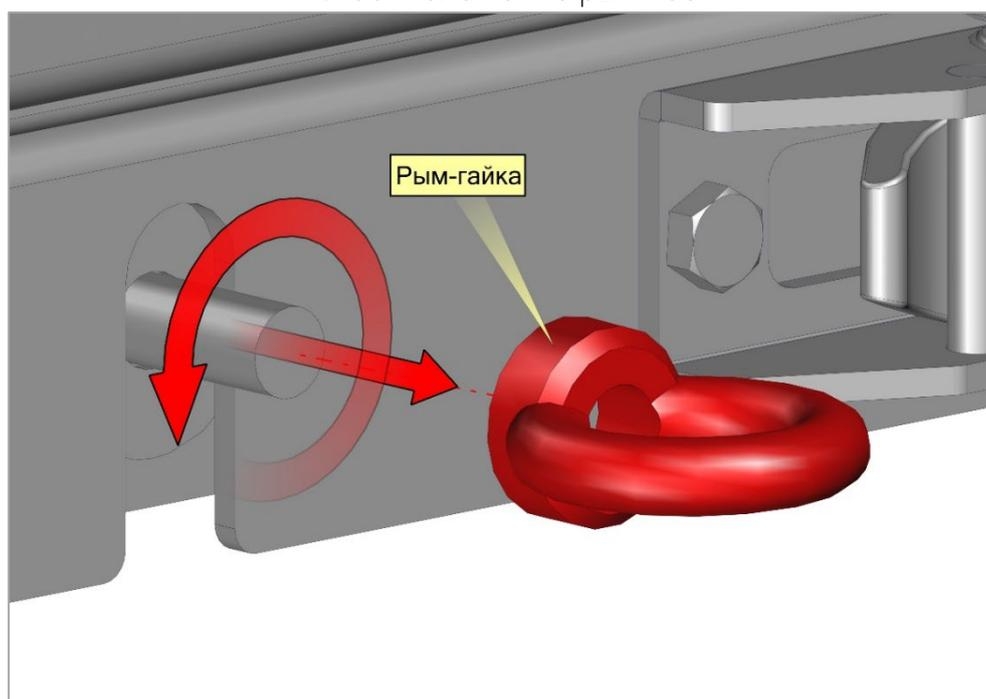

Рис. 86. Снятие рым-гаек
- снять рым-гайки фиксирующие задний борт (Рис 85, Рис. 86.);